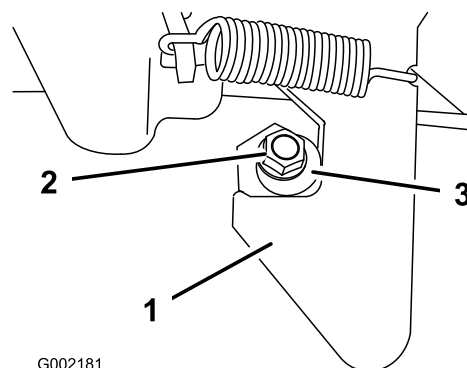

Рисунок 71
1. Ослабьте затяжку контргайки в конце стойки фиксатора (Рисунок 71).
2. Поворачивайте стойку фиксатора по часовой стрелке до тех пор, пока она не будет плотно прижата к крючковой части фиксатора (Рисунок 71).